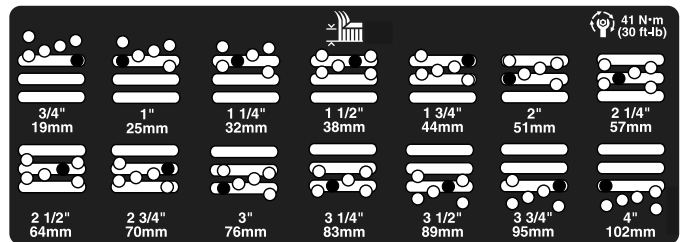

Figura 21
5. Mueva la cámara a la altura deseada e instale el espaciador en el taladro y la ranura de altura de corte deseados (Figura 21).